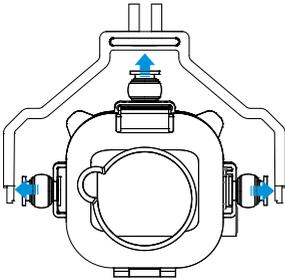

Fig.1
1. (Fig.1) Fixez l'absorbeur de vibration.